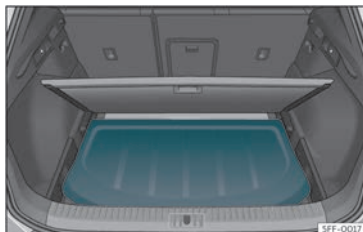

Fig. 108 Al maleter: col·locació de la safata.
- Poseu la safata del maleter en el suport previst per això»» **fig. 108**.